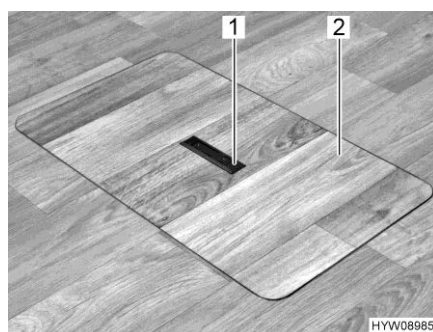
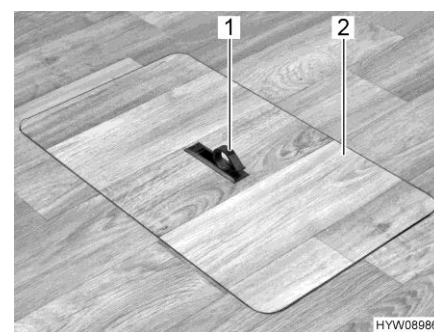

Fig. 78 Copertura vano pavimento (maniglia abbassata)
Fig. 79 Copertura vano pavimento (maniglia estratta)
- Spingere la piastra di presa (Fig. 78,1) verso il basso da un lato. La maniglia (Fig. 79,1) viene ruotata verso l'alto.
- Alzare la copertura (Fig. 79,2).
- Collocare la copertura (Fig. 79,2) nell'intelaiatura presente sul fondo.